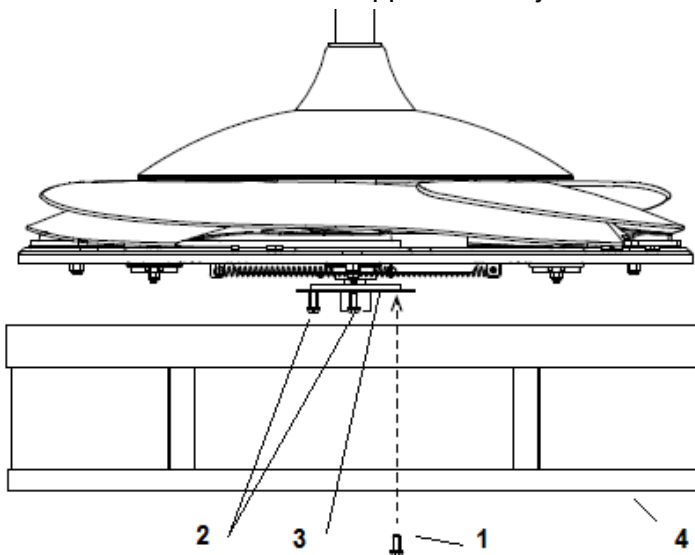

Fig. 6
17. Desserrez la vis (1) du support d'abat-jour (3). Alignez les deux vis fendues (2) avec les fentes de l'abat-jour (4). Fig. 6